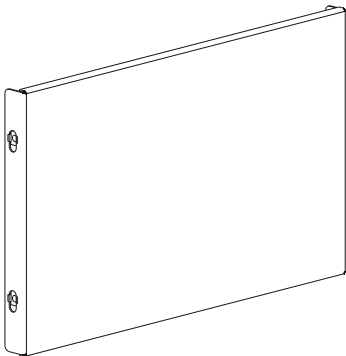

Рисунок 15
12.1 Вставьте в каждый паз по одной кузовной гайке на боковой поверхности панели монтажной (рисунок 15).